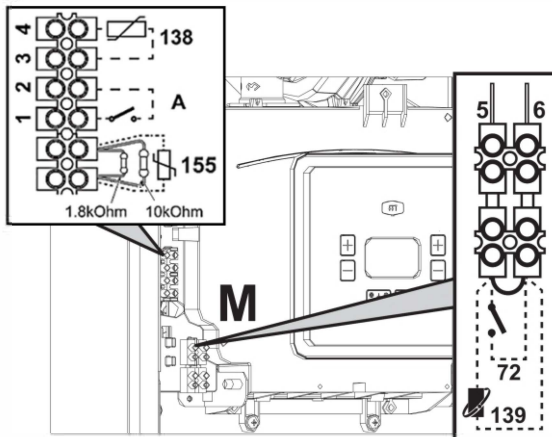
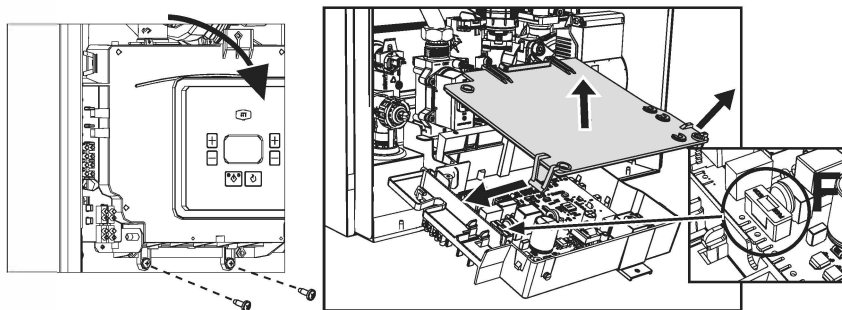

Рис. 18
Рис. 19
Для подключения бойлера необходимо использовать датчик NTC бойлера с кодом 043005XO или 1KWMA 11 W. Датчик (поз.155) подключается к соединительной колодке котла (рис. 18) вместо двух сопротивлений. При следующем включении агрегата система управления опознает датчик бойлера и автоматически настраивается на работу с ним, вызывая активацию дисплея и устройств управления, необходимые для работы в режиме ГВС.
- После снятия передней панели (см. «Открытие передней панели» на стр. 32) можно получить доступ к клеммной колодке (M) и предохранителю (F), действуя как показано на рис. 18 и рис. 19. Клеммы, указанные на рис. 18, должны быть с беспотенциальными (сухими) контактами (не 230 В). Расположение клемм для различных соединений показано на электрической схеме на рис. 44.
Конфигурация выключателя ON/OFF ("А", рис. 18)